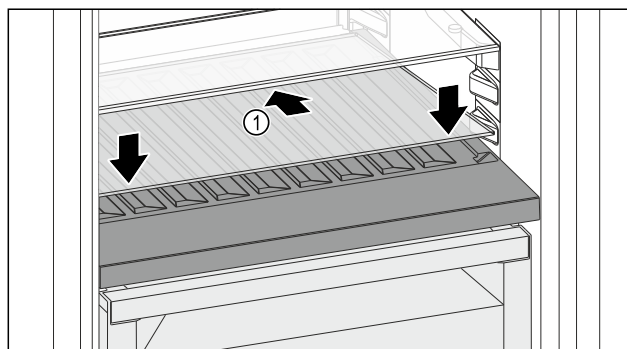

Fig. 100
- ▶ Indsæt glaspladen Fig. 100 (1) skråt nedad og bagtil.
- ▶ Sænk glaspladen Fig. 100 (1) foran.